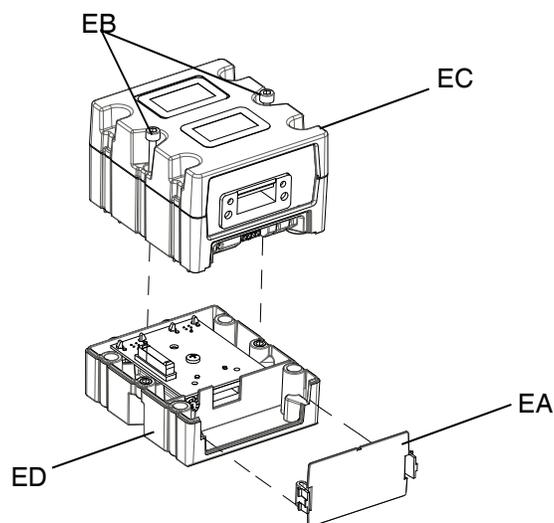

Fig. 60 : Démontage du CGM
4. Retirez le couvercle d'accès du CGM (EA). Desserrez les deux vis (EB) et retirez le CGM (EC) de l'embase (ED) comme illustré à la Fig. 60.